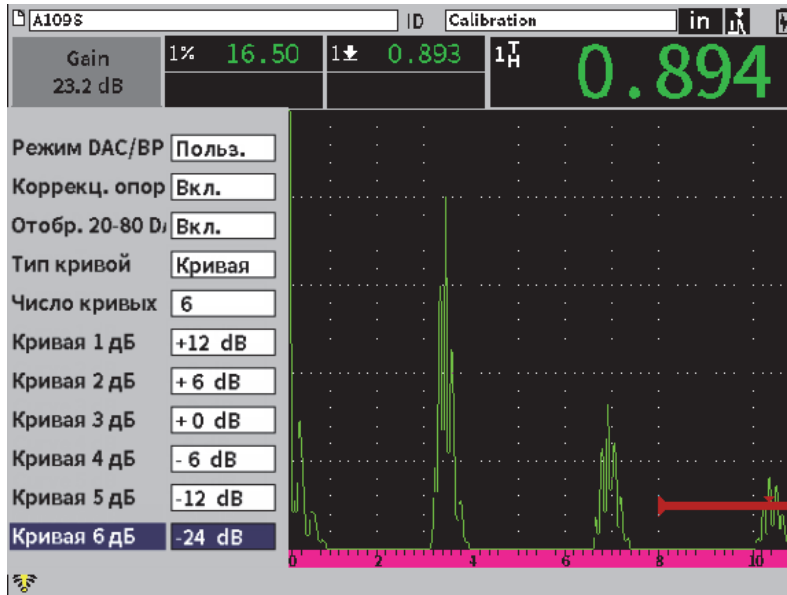

Рис. 11-17 Настройка пользовательской ДАС
4. Задайте **Число кривых**, используемых в дополнение к основной кривой (см. Рис. 11-17 на стр 196).